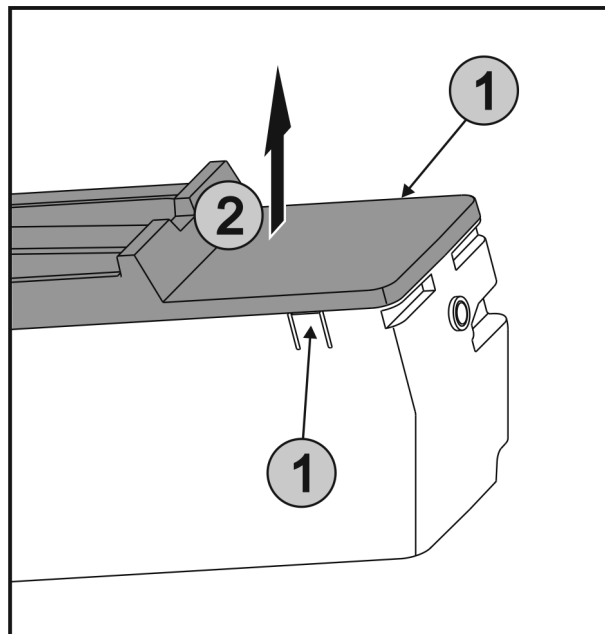

Fig. 49
- Súčasne stlačte spony Fig. 49 (1) na oboch stranách EasyTwist-Ice a odoberte kryt Fig. 49 (2) nahor.